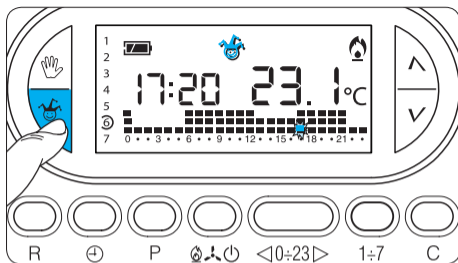

Fig. 38
10.8- Premere il pulsante  (fig. 38).